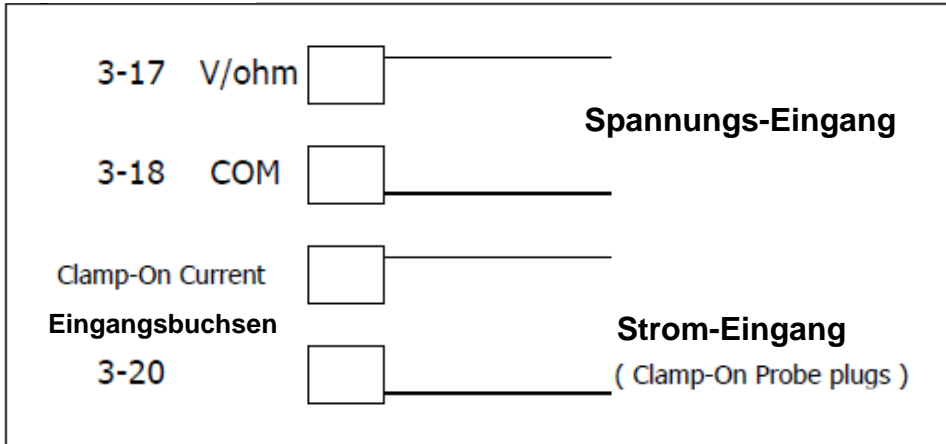

Abb.4
1) Verbinden der Kabel nach folgendem Schema (s. Abb. 4)